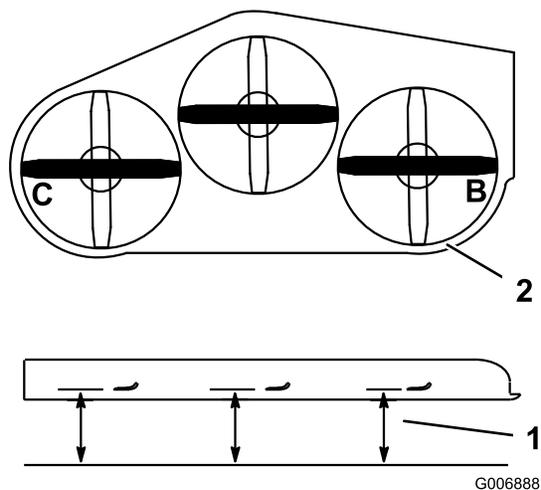

Figura 79
1. Coloque la cuchilla **derecha** en posición lateral (Figura 79).
2. Mida la cuchilla derecha en la posición **B** desde una superficie nivelada hasta el filo de corte del extremo de la cuchilla (Figura 79).
4. Coloque la cuchilla izquierda en posición lateral (Figura 79).
5. Mida la cuchilla izquierda en la posición **C** (Figura 79) desde una superficie nivelada hasta el filo de corte del extremo de la cuchilla.